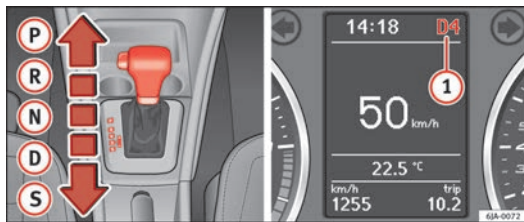

Fig. 105 Leva selettoria/display informativo: posizioni della leva selettoria
La posizione attuale della leva selettoria viene segnalata sul display del quadro strumenti ① ⇒ fig. 105.
splay del quadro strumenti insieme alla marcia inserita ① ⇒ fig. 105.